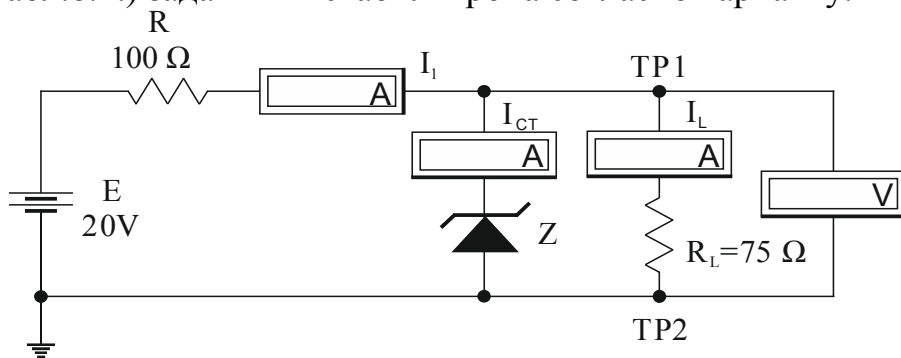

Рис.8.2.
2.1. На рабочем поле собрать схему (рис.8.2), подключив параллельно стабилитрону резистор  $R_L=75 \text{ Ом}$ . Значение ЭДС источника установить равным 20 В. Из таблицы вариантов (табл.8.1.) задать тип стабилитрона согласно варианту.